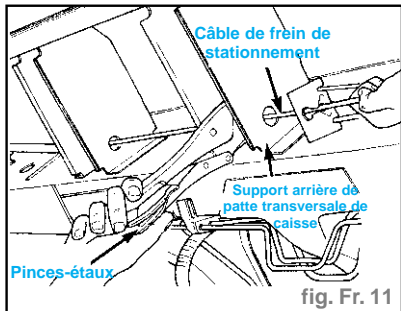

fig. Fr. 11
- Détendre les câbles de frein de stationnement en bloquant le rattrapage automatique comme décrit. Saisir la section exposée du câble de frein de stationnement avant et tirer vers le bas. Poser deux pinces-étau sur le câble juste derrière le second support de patte transversale de caisse (Fig. Fr. 11).
- Déposer les pinces-étaux du câble du frein de stationnement avant (fig. Fr. 11).